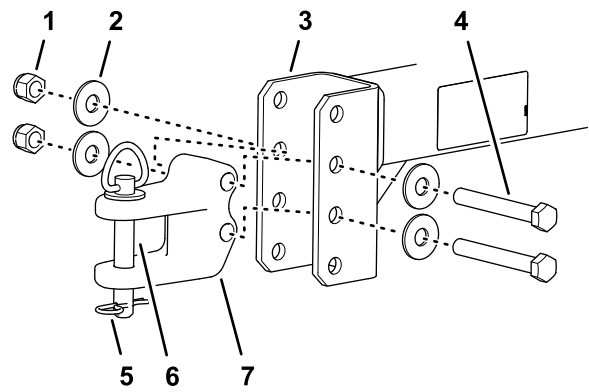

Figure 5
- Fixez la chape d'attelage sur le timon à l'aide des 2 vis, des 4 rondelles et des 2 contre-écrous (Figure 5).
- Fixez le dispositif d'attelage à la barre d'attelage à l'aide de la goupille d'attelage et de la goupille fendue (Figure 5).
- Ajustez la position de la chape d'attelage pour mettre le timon de niveau avec la barre d'attelage du groupe de déplacement (Figure 5).